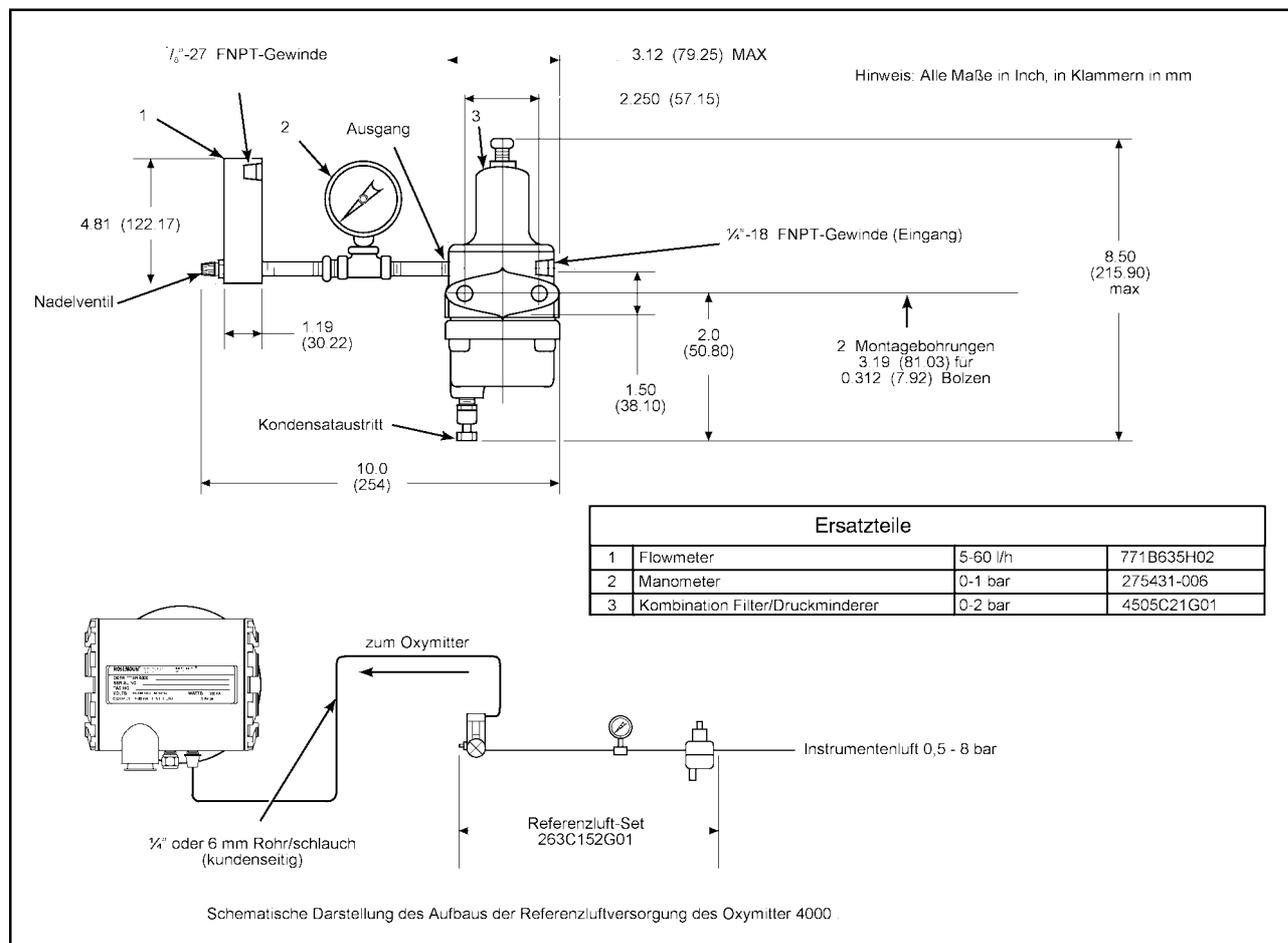

Abbildung II-12 Pneumatische Versorgungen OXYMITTER 4000
□ **Referenzgas Set.** Das Referenzgas-Set ist an den OXYMITTER 4000 anschliessen, nachdem die Installation durchgeführt wurde. Die Installation des Referenzgas-Sets entsprechend Abbildung II-12 vornehmen. An die Qualität der Referenzluft werden folgende Anforderungen gestellt: Instrumentenluftvordruck am Druckminderer: 05....1,5 bar, Durchfluss am Flowmeter auf ca. 60 l/h einstellen. Die Referenzluft darf höchstens 40 ppm an Brenngasen enthalten (Öle, Fette etc.). Wird ein automatisches Kalibriersystem IMPS 4000 verwendet, so wird der Oxymitter 4000 über das im IMPS 4000 montierte Referenzluft-Set versorgt.
An der Unterseite des automatischen Kalibriersystems SPS 4000 befinden sich insgesamt 3 Gasanschlüsse. Die Lage der sowie Funktion der Anschlüsse können Sie der Abbildung II-2 auf Seite II entnehmen. Ist das automatische Kalibriersystem SPS 4000 nicht mit einem Referenzluftset ausgerüstet, so erfolgt der Anschluss am dafür vorgesehenen Eingang entsprechend Abschnitt II-6 sowie Abbildung II-12.